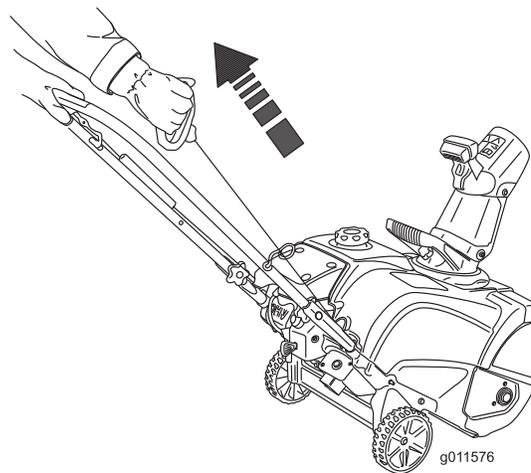
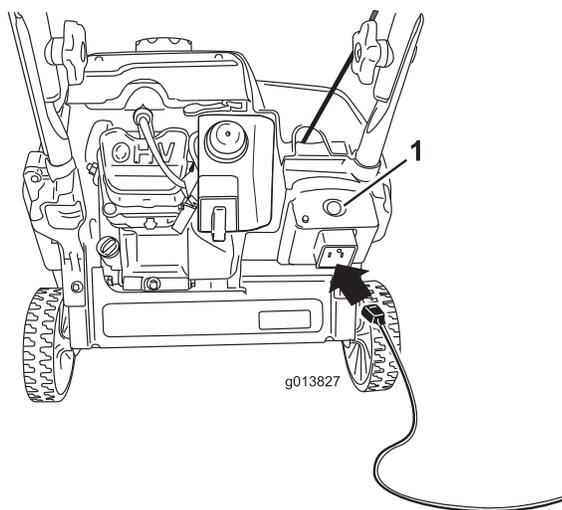

Figure 15
Figure 14
4. Branchez la rallonge sur le secteur et sur la machine, puis appuyez sur le bouton du démarreur électrique (modèle 38473 uniquement) (Figure 14), ou tirez la poignée du lanceur (Figure 15).